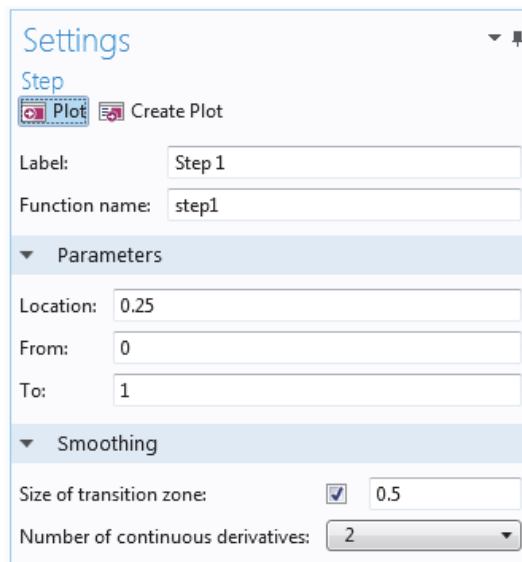

Рис. 4.31. Установка параметров временного процесса
2. В окне **Settings** блока **Step**, введите **0.25** в поле Location, чтобы задать среднюю точку ступеньки, в которой она принимает значение **0.5** (рис.4.31)